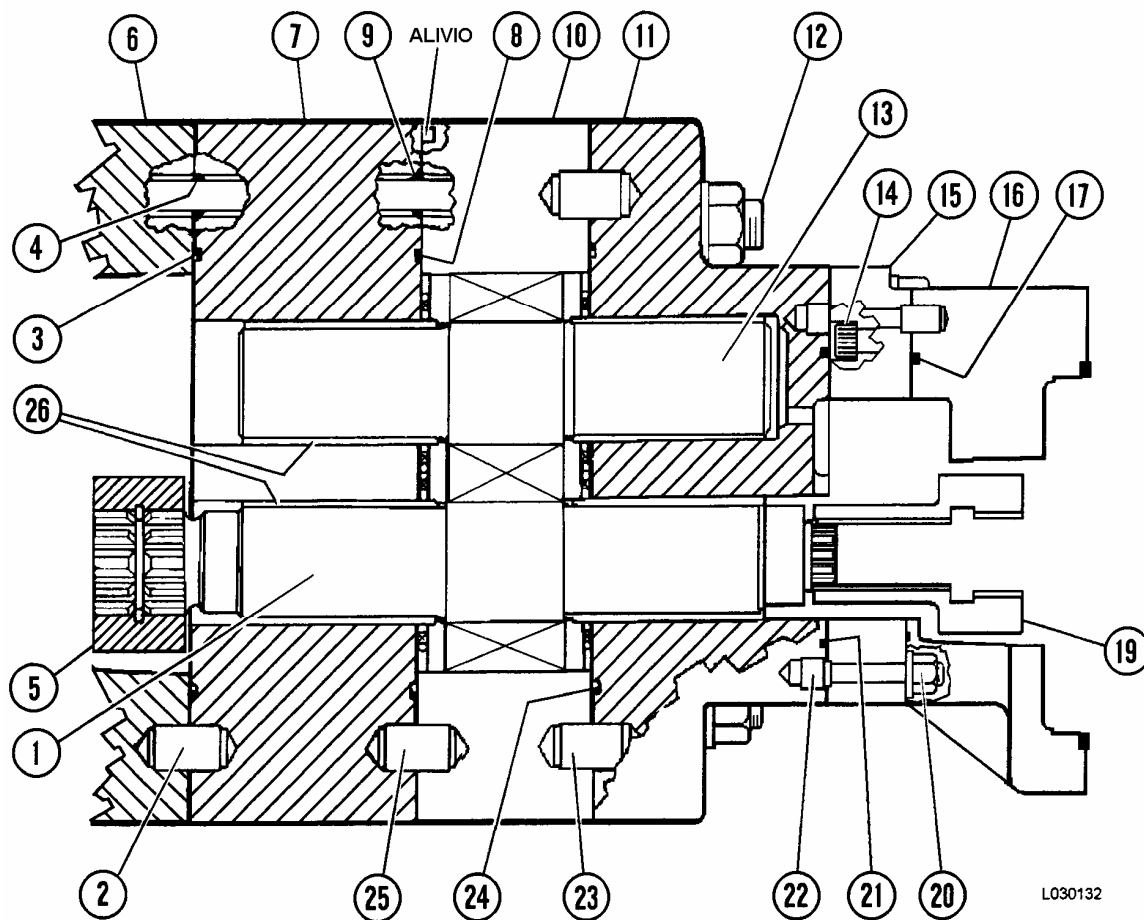
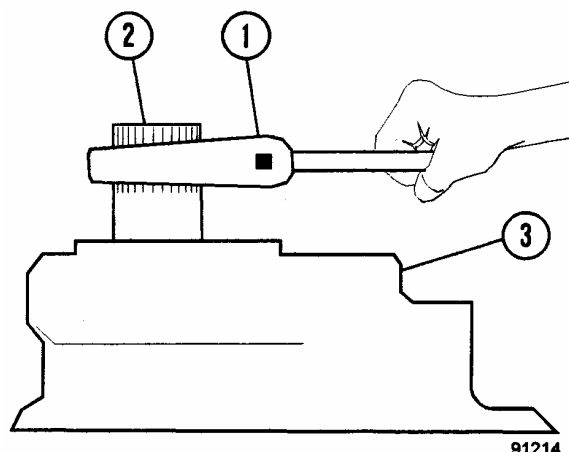

FIGURA 3-15 REENSAMBLADO DE LA BOMBA DE ELEVACION
FIGURA 3-17.
17. Lubrique el anillo de goma (3, Figura 3-15) y monte en la placa de rodamientos (7). Lubrique los anillos de goma (4) y monte sobre los espárragos (12). Vuelva a montar el pasador (2) si lo sacó anteriormente. Monte la placa de rodamientos (7).
19. Lubrique el diámetro interno de los rodamientos (26). Monte los anillos de goma (8 y 9) y el pasador (25) si lo sacó. Monte la placa de engranaje (10). Asegúrese que el alivio de la placa de engranaje esté hacia la placa del rodamiento (7).
22. Lubrique y monte el anillo de goma (24, Figura 3-15) en la placa del conector (11). Instale el pasador (23) si se sacó. Lubrique el diámetro interno del rodamiento en la placa del conector (11). Monte la placa del conector (11) con golillas planas y tuercas.
23. Monte el pasador (22) si lo sacó. Lubrique y monte el anillo de goma (17) en la placa de transición (16). Ensamble la placa de rodamientos (15) a la placa de transición y monte los pernos (14). Apriete los pernos con torque estándar.
24. Lubrique el anillo de goma (21) y coloque en la placa de rodamientos (15). Monte la placa de rodamientos y la placa de transición ensambladas a la placa del conector (11) y asegure en su lugar con tuercas (20). Apriete las tuercas con torque estándar.
25. Instale el acoplamiento (19).
27. Utilizando una llave regulable de 45 cm (18 pulgadas), revise la rotación del eje de mando de la bomba. El eje de mando estará apretado pero debe girar libremente con un torque máximo de  **$15 \text{ N.m}$  ( $10 \text{ ft lbs}$ )**, después del impulso inicial (Figura 3-17).
30. Monte un nuevo anillo de goma en la pestaña de la bomba de la dirección y monte la bomba de la dirección a la placa de transición (16, Figura 3-15). Monte los pernos y apriete con torque estándar.
***Puede que haya sido instalado previamente un anillo de retención dentro del acoplamiento (19). Este anillo de retención no es necesario, y no se debe usar. En algunos casos, dependiendo de la tolerancia, el anillo de retención puede provocar una carga axial excesiva, provocando una falla prematura de la bomba.***